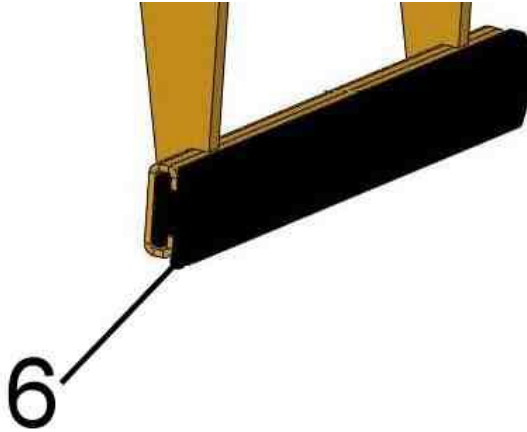
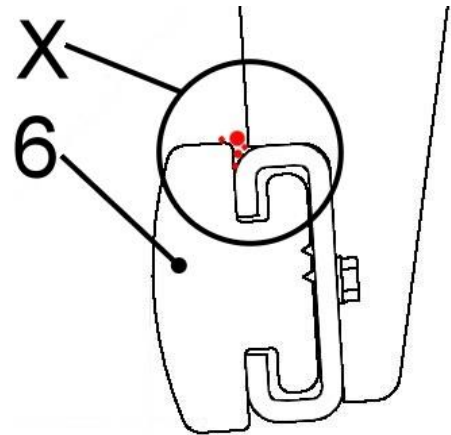

Abb. 1
Abb. 2
Verifique regularmente se há sujidade (p. ex., pequenas partículas de pedra) na área superior (ver pontos "X" na Fig. 2) das garras de aperto de borracha (6) ver Fig. 1 / Fig. 2.